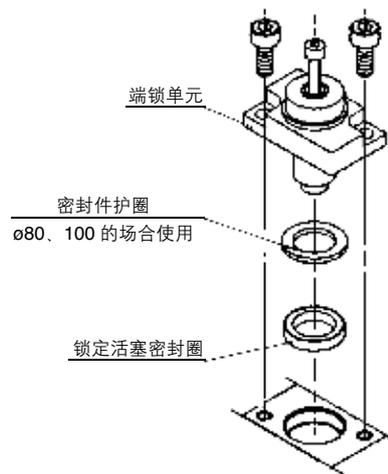

图1 拆下端锁的方法
a. 拆下端锁(图1)
如图1所示，从端盖前面插入精密螺丝刀等把密封圈取出。